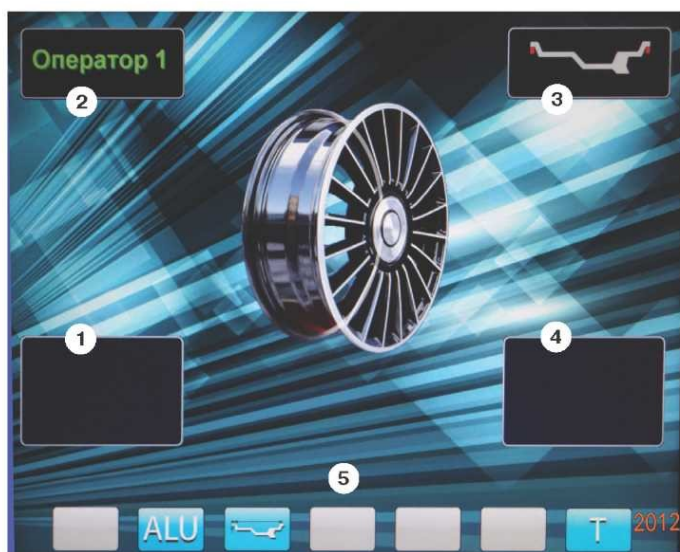

рис.8.2.
8.3. После включения питания СБ на экране монитора отображается фирменная заставка, которая через несколько секунд сменяется отображением экрана основного рабочего режима (рис. 8.2).